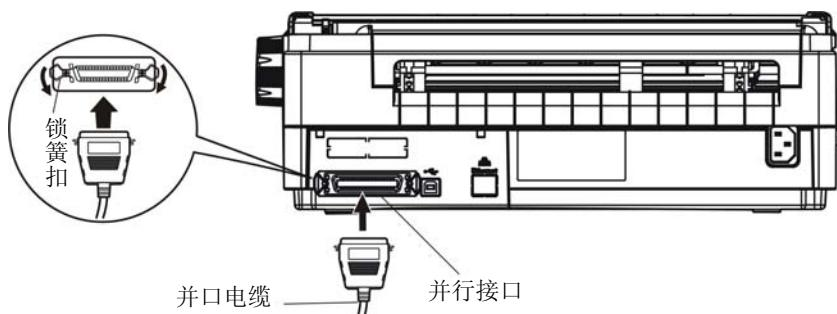

图 1-13 连接并口电缆
- 关闭计算机和打印机的电源。将并口电缆插头连接到打印机的并行接口,扣上连接器两侧的锁簧扣,使插头固定(如图 1-13 所示)。